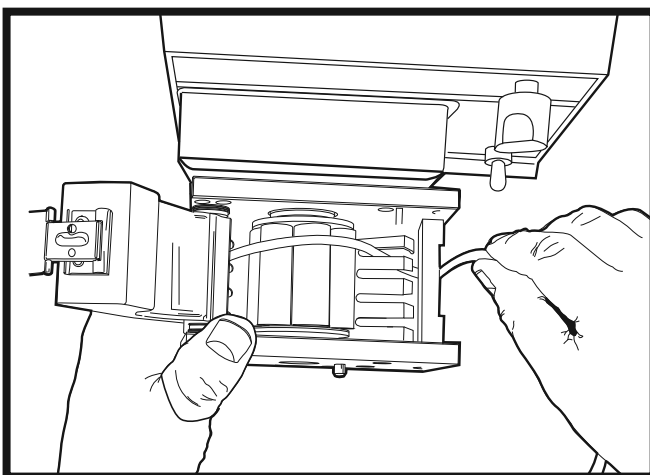

Figure 8. Assurez le collet de butée du tube dans la fente correspondante.
4. En vous assurant de ne pas tordre le tube, étendez-le légèrement en travers de rouleaux pour assurer le collet de butée du tube dans la fente à l'extrémité opposée de la tête de pompe (côté verrou) (Figure 8).